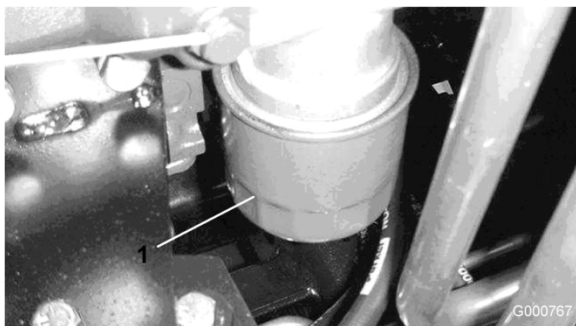

Figura 43
2. Retire el filtro de aceite (Figura 43). Aplique una capa ligera de aceite limpio al filtro nuevo antes de enroscarlo. No apriete demasiado.